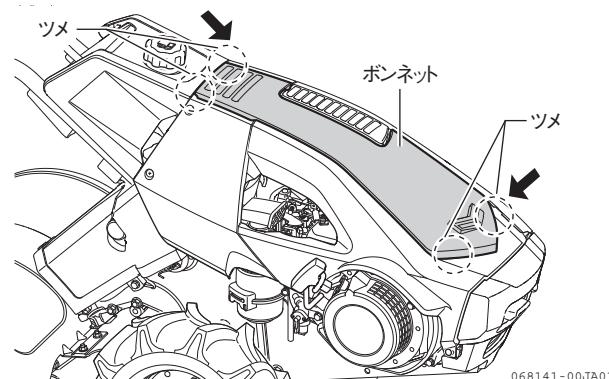

図 4-42 ポンネット
- ポンネットを外します。(ツメ:4カ所) (図 4-42)